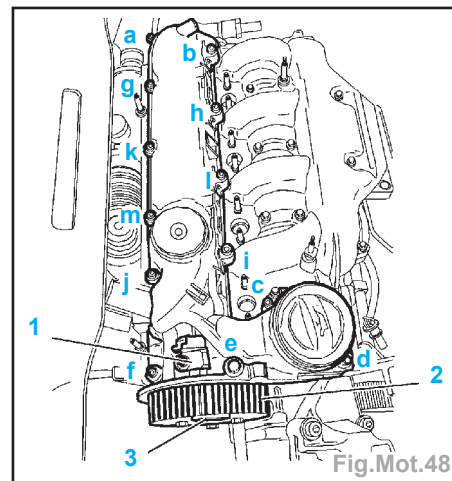

Fig.Mot.48
- Débrancher le connecteur (1) (Fig.Mot.48).
- le pignon d'arbre à cames (2),
- le moyeu d'arbre à cames (3),